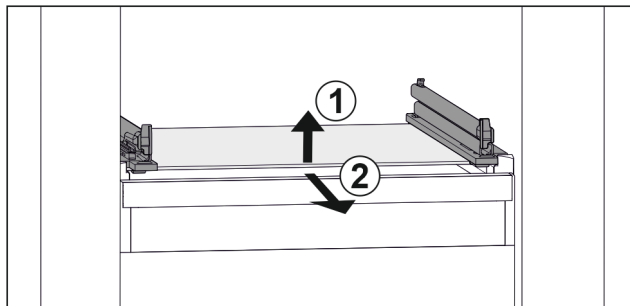

Fig. 39 Примерное отображение стекляннóй пластины
- ▶ Приподнимите стекляннóе пластины спереди. Fig. 39 (1)
- ▶ Извлеките стекляннóе пластины движением вперед. Fig. 39 (2)